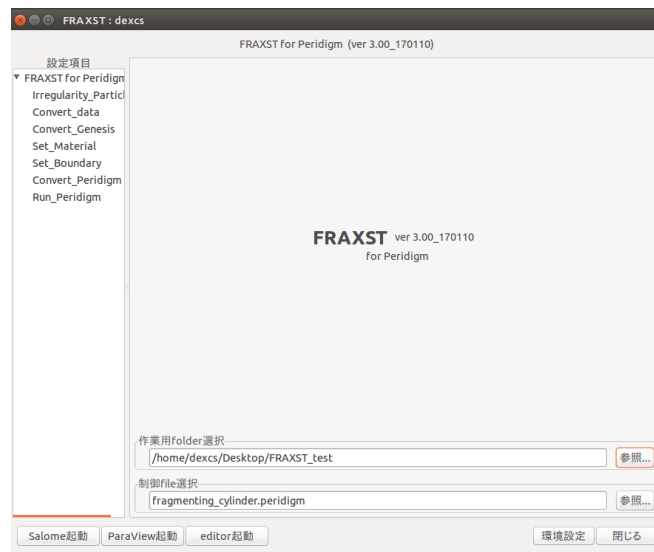

図 17 FRAXST 起動画面
2.1.の作業が終わったら、Launcherにある「FRAXST」をクリックしてFRAXSTを起動する。起動すると、図 17 のようなウインドウが表示される。